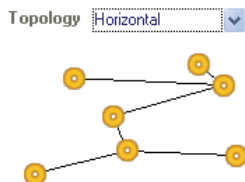

图 13-14 水平方向连线最短方式
(2) Horizontal——水平方向连线最短方式，如图 13-14 所示。它的含义是生成一组飞线能够连通网络上的所有节点，并且使连线在水平方向最短。